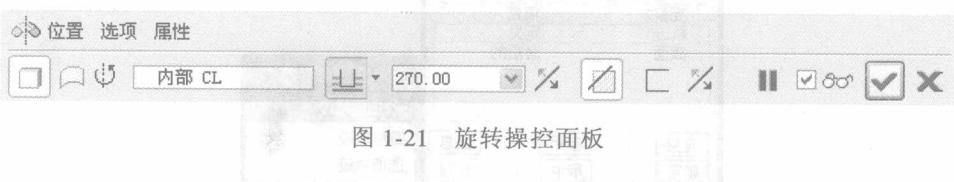
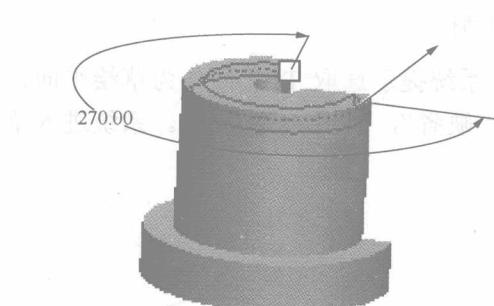
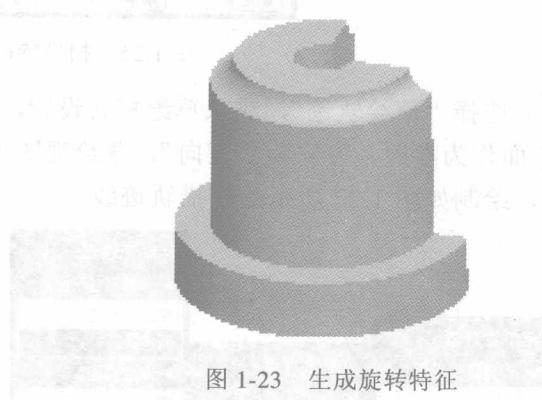

图 1-21 旋转操控面板
图 1-22 材料去除的方向
图 1-23 生成旋转特征
(5) 系统返回到旋转特征模式，在“旋转”操控面板中，按下  按钮，其他接受默认设置，如图 1-21 所示，预览材料去除的方向，如图 1-22 所示，单击  按钮，生成如图 1-23 所示的旋转特征实体。